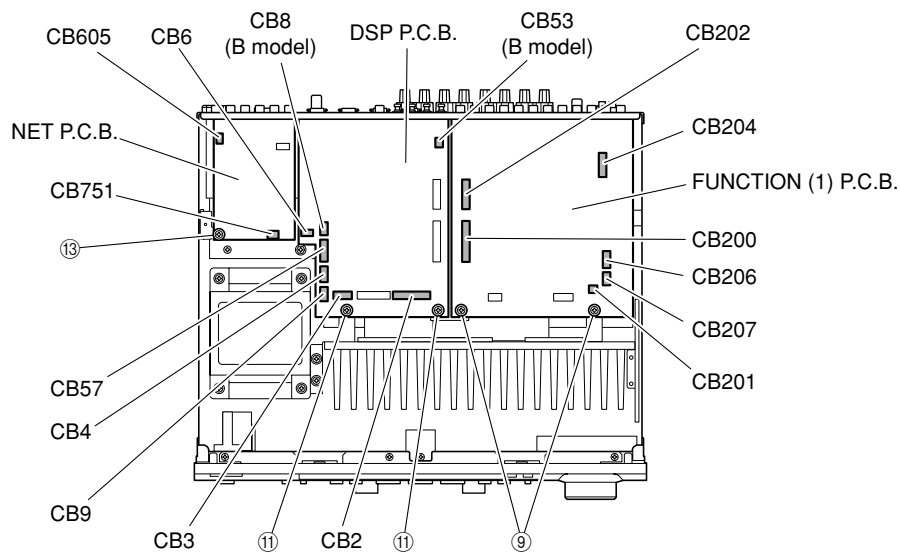

Fig. 2 FUNCTION (2) P.C.B. CB103 ⑰ CB402 VIDEO P.C.B.
- a. Remove 2 screws (⑪). (Fig. 2)
- c. Remove CB2-4, CB6, CB9, and CB57. (Fig. 2)
- d. Remove CB8 and CB53. (B model) (Fig. 2)
- e. Remove the DSP P.C.B.. (Fig. 2)
- a. ⑪のネジ2本を外します。(Fig. 2)
- c. CB2～4、CB6、CB57を外します。(Fig. 2)
- d. DSP P.C.B.を取り外します。(Fig. 2)
- a. Remove 1 screw (⑬). (Fig. 2)
- c. Remove CB605. (Fig. 2)
- d. Remove the NET P.C.B.. (Fig. 2)
- a. ⑬のネジ1本を外します。(Fig. 2)
- c. CB605のネジを外します。(Fig. 2)
- d. NET P.C.B.を取り外します。(Fig. 2)